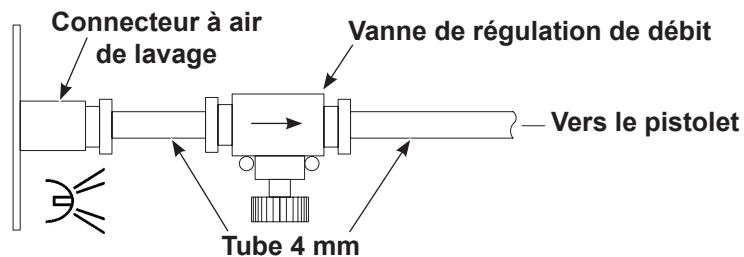

Figure 3-13 Branchement de la vanne de régulation de débit et du tuyau à air de lavage
6. Voir la Figure 3-13. Raccorder le tuyau transparent de 4 mm et la vanne de régulation de débit fournie avec le système au connecteur de lavage à l'air sur le panneau arrière comme illustré. La vanne de régulation de débit peut être installée en tout endroit souhaité. Couper le tuyau à l'aide d'un coupe-tuyau pour garantir des extrémités à angle droit.